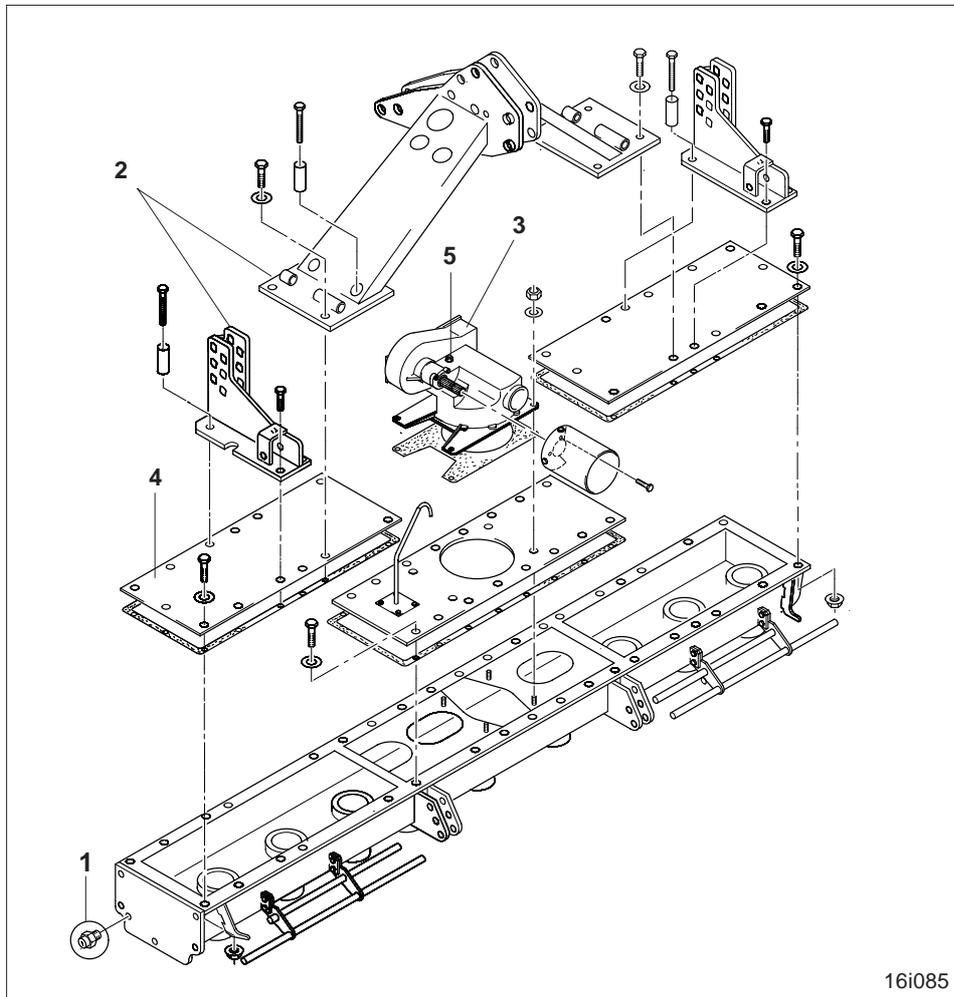

Fig. 19.19
- Vidangez le lamier en dévissant le bouchon de vidange (fig. 19.19/1),
- Démontez la tête d'attelage (fig. 19.19/2), le boîtier (fig. 19.19/3) et le couvercle du lamier (fig. 19.19/4).
Après desserrage des 4 écrous 6 pans, soulevez le boîtier à l'aide d'un palan. Pour fixer le crochet du palan, utilisez une vis à oeil (fig. 19.19/5) que vous visserez en lieu et place du bouchon-reniflard dans le carter du boîtier.